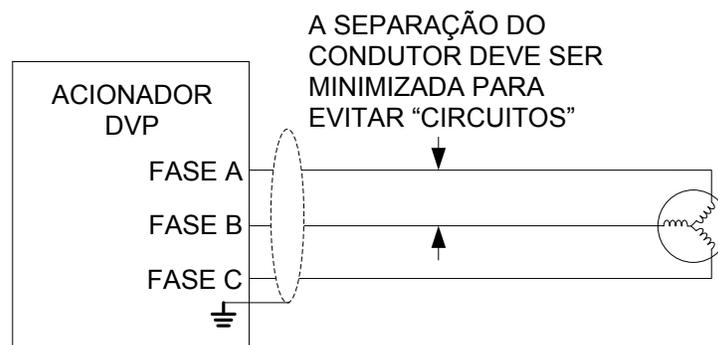

Figura 3-5. Prevenção de "circuitos"
- Se precisar de cabos separados, a distância entre os condutores deve ser mínima para reduzir os circuitos anteriormente mencionados, conforme mostrado na Figura 3-5.